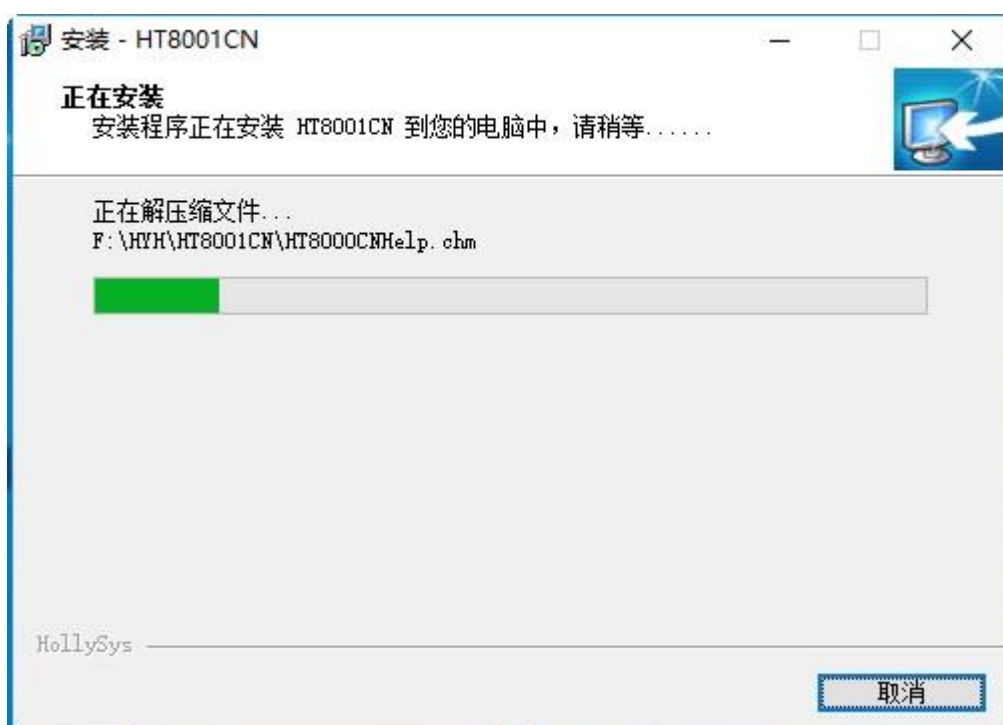

图 2-9 安装界面
- 安装界面，点击“取消”则可以取消安装。如图 2-9 所示：